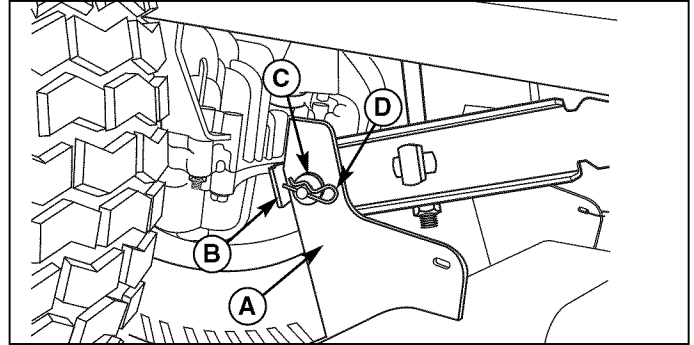

Figura 14. Palancas elevadoras (vista desde abajo del lado derecho del tractor)
4. Retire la horquilla (D, Figura 14) y la arandela (C). Desconecte las placas elevadoras del cortacésped (A) de las palancas elevadoras del tractor (B). Vuelva a instalar las arandelas (C) y las horquillas (D) a fin de evitar pérdidas.
4. Vuelva a instalar las horquillas (D, Figura 14) y las arandelas (C) en las placas elevadoras del cortacésped (A) y en las palancas elevadoras del tractor (B).